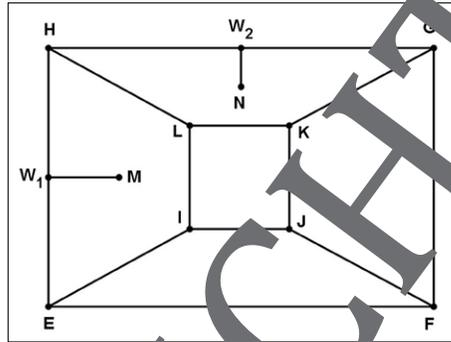

Abb. 3: © Dr. Jürgen Leitz
7. In den mittleren Punkten M und N der Seitenflächen der Haube (siehe Abbildung 3 und 4) wird jeweils eine Befestigungsstange montiert, die unter einem Winkel von 45° in den Punkten W_1 und W_2 an der Mauerecke verankert wird. Berechnen Sie die Koordinaten der beiden Punkte M und N .